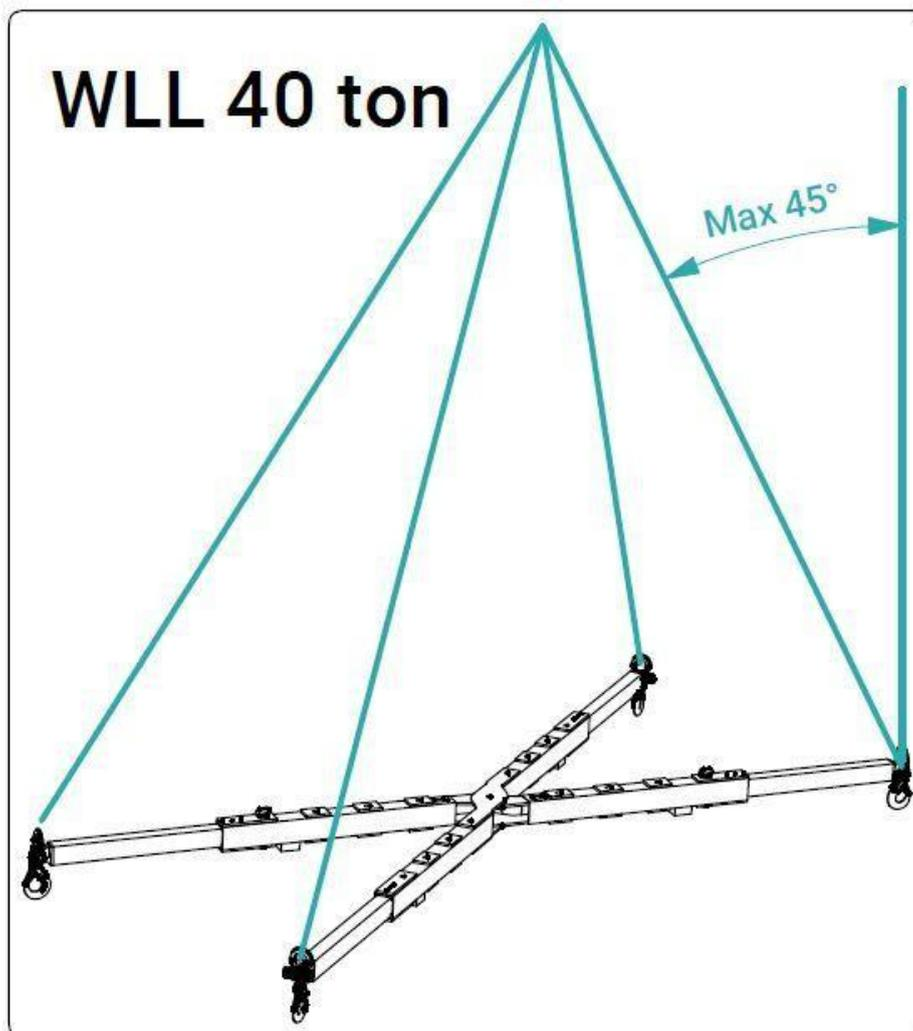
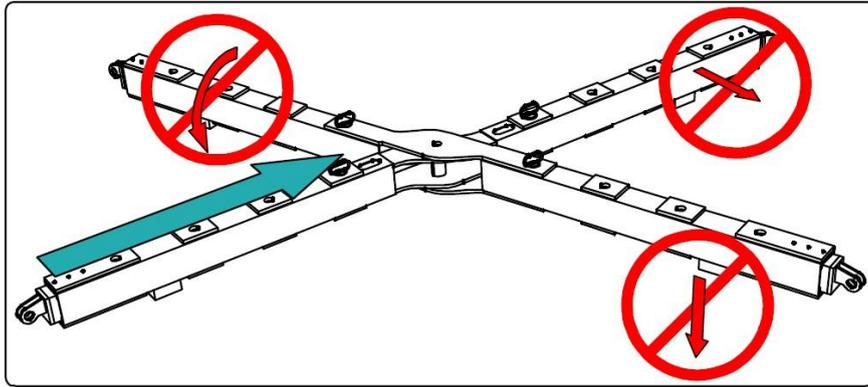

Figura 1: El peso máximo de elevación es de 40 000 kg con un ángulo de 45° en los cables de elevación
Figura 2: El balancín de elevación sólo puede cargarse hacia dentro
El separador de elevación ALUEX 40T está diseñado para ayudar a elevar objetos. El propósito del separador de elevación es separar las correas de elevación del objeto. El separador de elevación es ajustable, lo que permite que la elevación sea lo más segura. Lea y siga las instrucciones de uso para que el separador de elevación se utilice sin riesgo. Entregue una copia de estas instrucciones de uso a todos los usuarios de ALUEX. El balancín de elevación no debe utilizarse para ninguna elevación para la que no esté diseñado. **El peso máximo de elevación es de 40 000 kg con 45 grados, ¡el ángulo de elevación no puede ser inferior! (véase la figura 1).** ¡Debe familiarizarse con las instrucciones y aclarar cualquier ambigüedad antes de ponerlo en uso!
**El peso máximo de elevación es de 40 000 kg con 45 grados, ¡el ángulo de elevación no puede ser inferior! (véase la figura 1).** El balancín de elevación sólo puede cargarse hacia dentro (véase la figura 2). Los brazos del balancín de elevación deben poder moverse libremente (véase la figura 3). El balancín de elevación debe ajustarse a la longitud correcta antes de su uso. **Queda terminantemente prohibida** la fijación en cualquier otro lugar que no sea el punto de fijación (grilletes). (véase la figura 4). Todas las vigas de ajuste deben ajustarse siempre a la misma longitud (véase la figura 5). cuando se utilice, la longitud de la viga de separación debe ajustarse siempre utilizando los pasadores guía. La fijación de los pasadores debe comprobarse siempre antes del uso. **La longitud correcta es siempre igual o inferior a la anchura del objeto** (véase la figura 6). El centro de gravedad de la carga debe estar situado en el centro por debajo del balancín de elevación, los puntos donde las correas de elevación abandonan la carga deben formar un rectángulo (véase la figura 7).